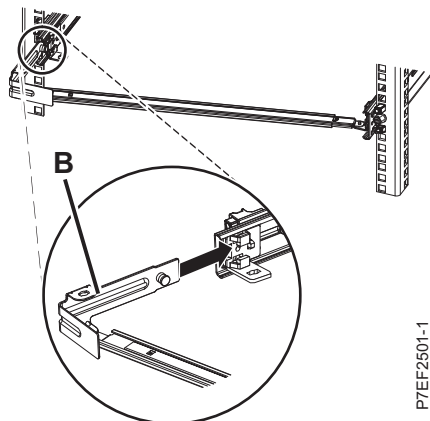

Figura 12. Estendendo o pino e instalando o suporte no trilho deslizante
4. Conecte o suporte interruptor de organização de cabos (B) ao slot na parte interna do trilho esquerdo deslizando o suporte interruptor (B) para o trilho deslizante até que o pino com molas se encaixe no lugar. Para obter detalhes, consulte Figura 12 na página 9.